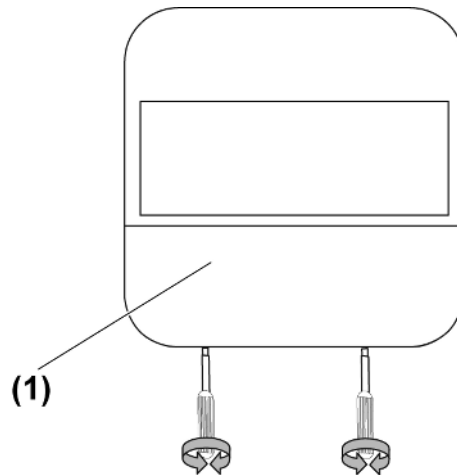

Bild 12: Demontage Abdeckung
- Abdeckung (1) abnehmen (siehe Bild 12).
Die Einsteller für die Helligkeitsschwelle und die Empfindlichkeit bzw. Nachlaufzeit befinden sich beim Bewegungsmelder 1,10 m hinter der Abdeckung (1) und beim Bewegungsmelder 2,20 m auf der Rückseite des Gerätes. Abdeckung (1) vorsichtig mit einem Schraubendreher entfernen (siehe Bild 12).